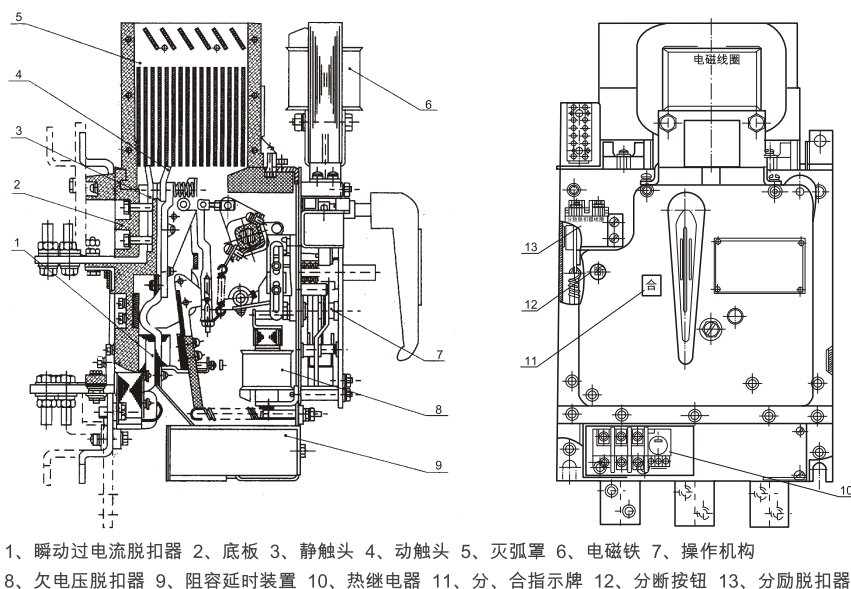

图2 DW15断路器结构图
5.1.1 断路器为立体布置形式，触头系统、瞬时过电流脱扣器、左右侧板安装在一块绝缘板上，上部装有灭弧系统，操作机构可装在正前方或右侧方，有“分”、“合”指示及手动按钮断开机构。在上方装有分励脱扣器，后部装有欠电压脱扣器与脱扣半轴相连，欠电压延时阻容装置、热继电器分别装在断路器下方。如图2所示。
3. 操作机构储能不到位（见附图2虚线位置） a) 机构中各转轴不灵活，摩擦大 b) 杠杆顶端有毛刺，与半轴之间的磨擦力过大	a) 调节底板和面板轴孔的同轴度，使轴转动灵活 b) 磨去毛刺，加润滑油
4. 杠杆与半轴啮合量小 a) 欠压脱扣器拉杆调节过高，使半轴上的螺杆上移 b) 分励脱扣器铁芯被卡死，不能复位 c) 脱扣轴上推杆调节过高	a) 重新调节，使杠杆与半轴啮合量≥1.2，见附图2 b) 调节铁芯，使动作灵活 c) 适量调节推杆高度